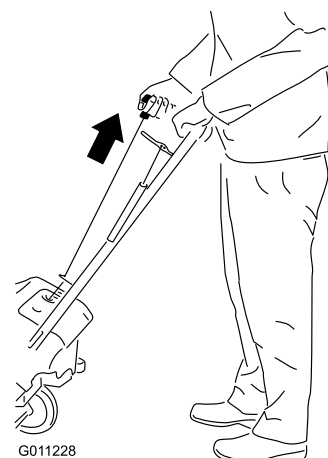

Figure 17
4. Tirez la poignée du lanceur (Figure 17).